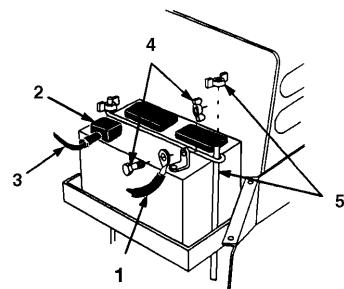

Bild 37
4. Das Minuskabel (schwarz) vom Batteriepol entfernen (Bild 37).
5. Den Gummischuh vom Pluskabel (rot) abziehen. Das Pluskabel (rot) vom Batteriepol entfernen (Bild 37).
6. Die Batteriebefestigungsstangen (Bild 37) entfernen.
9. Mit Hilfe von Schraube und Flügelmutter das Pluskabel (rot) am Pluspol (+) der Batterie befestigen (Bild 37). Den Gummischuh über den Batteriepol stülpen.
10. Mit Hilfe von Schraube und Flügelmutter das Minuskabel (schwarz) am Minuspol (-) der Batterie befestigen (Bild 37).